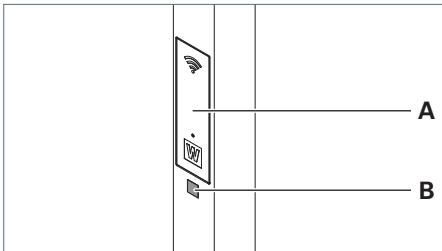

Fig. 21: QR-Code scannen.
- ▶ Scannen Sie den QR-Code **B** der Leuchte, der sich am Standrohr unterhalb der Serviceklappe **A** befindet, siehe Fig. 21.